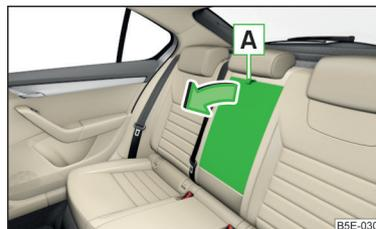

Abb. 74
► An der Schlaufe **A** » Abb. 74 ziehen und die Armlehne in Pfeilrichtung vorklappen.